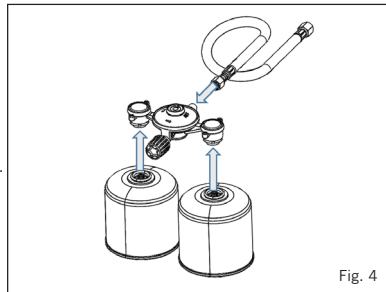

Fig. 4
- Inserte los dos cartuchos de gas en la unidad mediante atornillado en su lugar (Fig. 4).